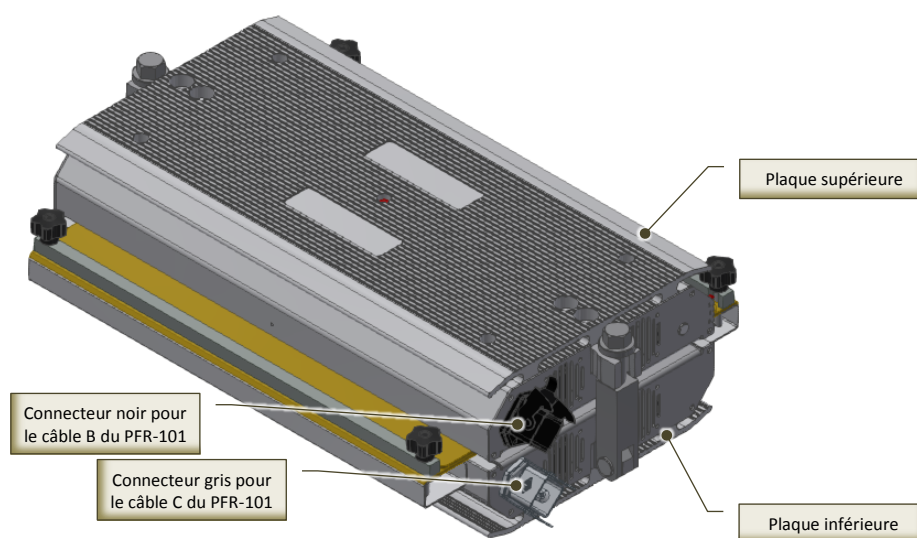

Fig. 6.8-1 - Connecteurs de la presse
- Le câble « **B** » de l'unité de commande PFR-101 doit être raccordé au connecteur noir de la **plaque supérieure** de la presse (Fig. 6.8-1) ;
- Le câble « **C** » de l'unité de commande PFR-101 doit être raccordé au connecteur gris de la **plaque inférieure** de la presse (Fig. 6.8-1).
ATTENTION !: Avant d'alimenter la machine, assurez-vous que les câbles de raccordement Presse-Unité de commande sont correctement branchés et correspondent aux affectations des plaques supérieure et inférieure (Fig. 6.8-1).